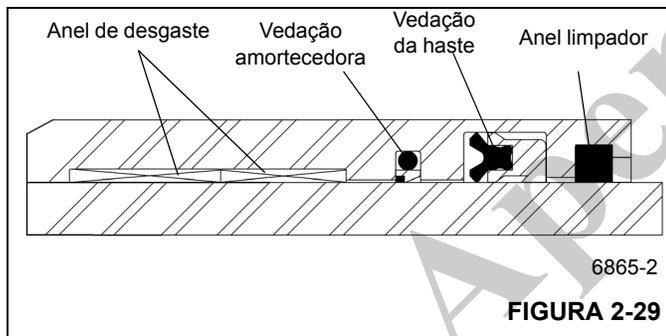

FIGURA 2-29
1. Instale os anéis de desgaste, a vedação amortecedora, a vedação da haste e o anel limpador de reposição na parte interna da cabeça. Verifique se o rebaixo da vedação amortecedora está mais próximo da vedação da haste. Verifique se a ranhura do aro da vedação da haste está mais próxima da vedação amortecedora (Figura 2-29).